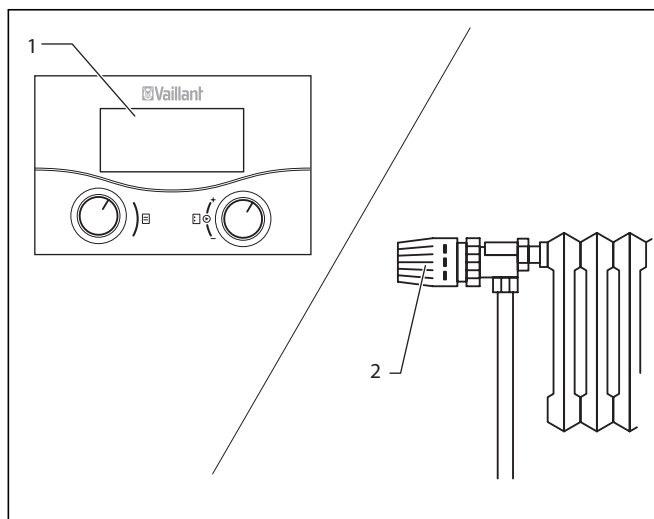

Fig. 6.10 Réglage du thermostat d'ambiance / du régulateur barométrique
- Réglez le thermostat d'ambiance, le régulateur barométrique (1) (Fig. 6.10), ainsi que les vannes thermostatiques de radiateur (2) (Fig. 6.10) conformément aux indications fournies dans les notices d'utilisation correspondantes de ces accessoires.